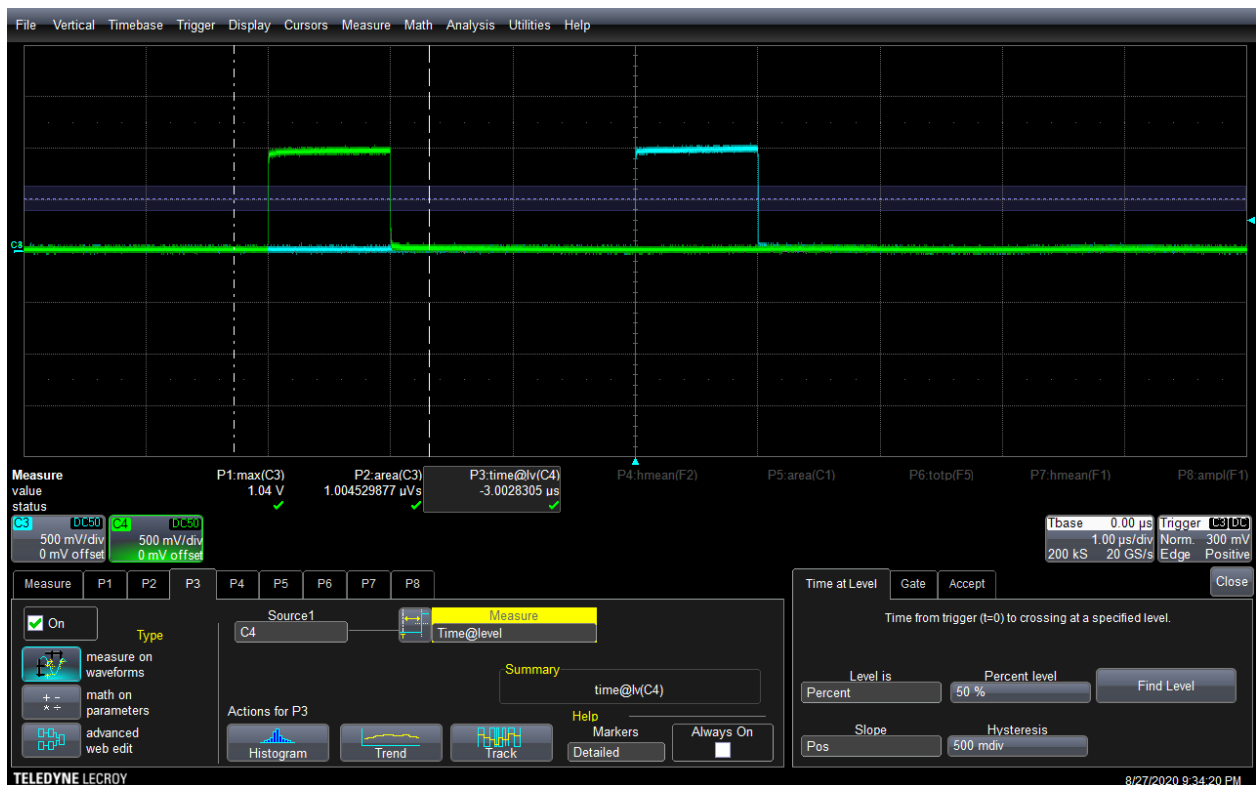

Рис. 16. Работа с осциллографом
6.4. На вкладке Time at Level установить тип уровня – “Percent” и значение “50%”. Убедиться, что полярность фронта сигнала, уровень которого мы ищем (в окошке “Slope”), соответствует полярности этого сигнала. То есть, для сигнала C4 положительной полярности в поле “Slope” должно стоять значение “Pos”. Установить курсоры аналогично п. 4.5, так, чтобы необходимый уровень амплитуды находился между курсорами (Рис. 16)